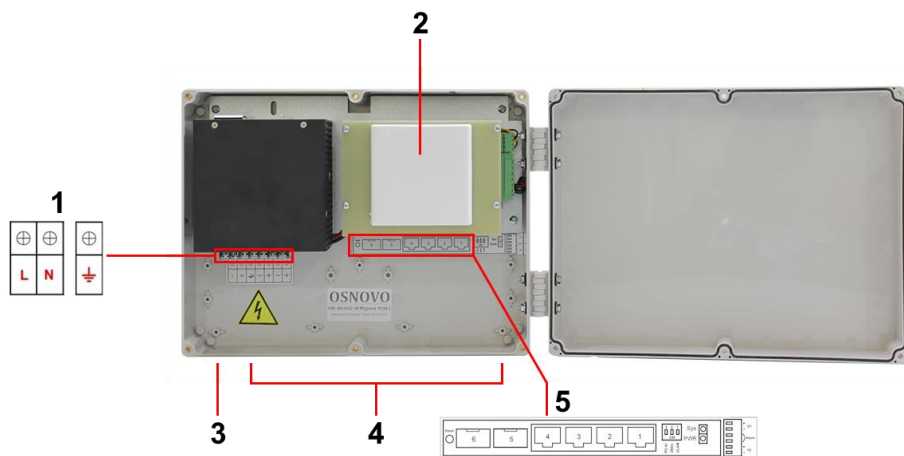

Рис. 4 Подключение уличного коммутатора SW-80402-WM(port 90W)
1. Проденьте кабели витой пары через соответствующие отверстия гермовводов (4) снаружи внутрь бокса (рис.4).